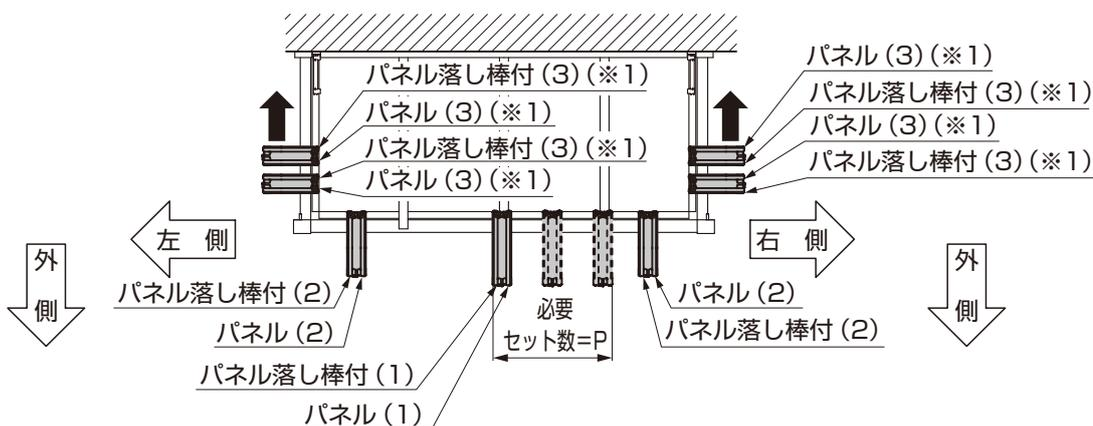
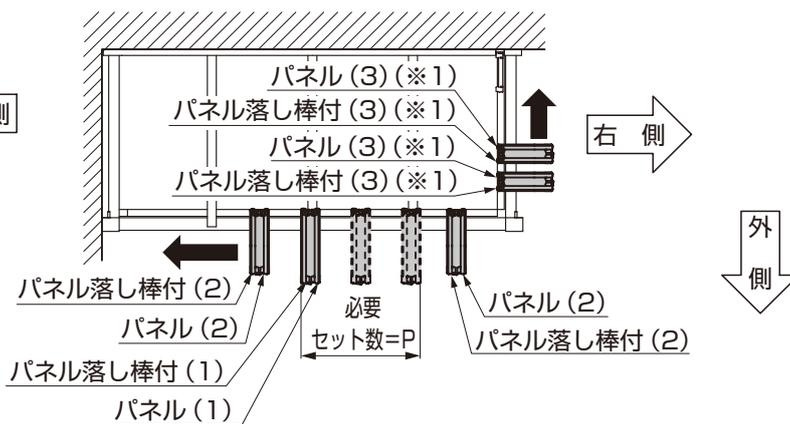

図7-18 標準納まり
図7-19 片側入隅納まり
- パネルおよびパネル落し棒付は図7-18および図7-19の順番に挿入して吊り込んでください。順番を間違えるとパネルが正しく機能しません。